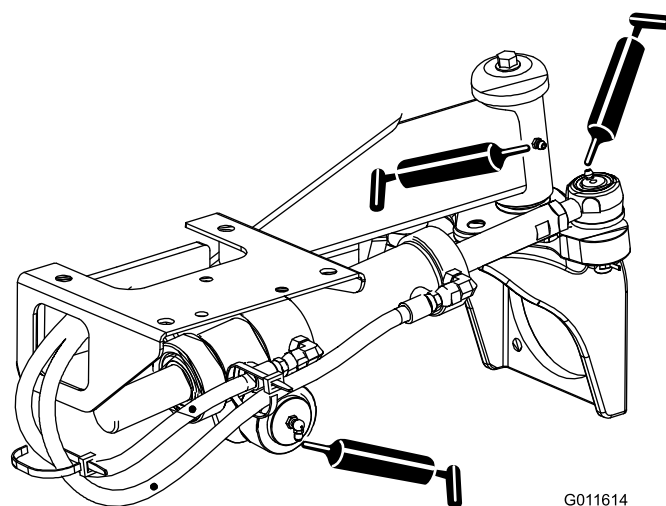

図 33
- ステアリングシリンダのボールジョイント2ヶ所と後アクスル1ヶ所 図 33